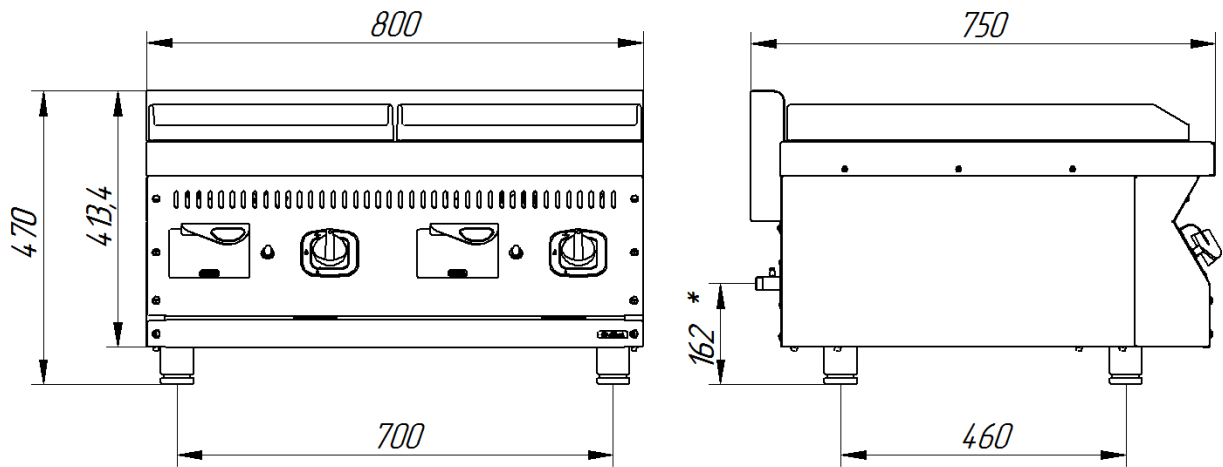
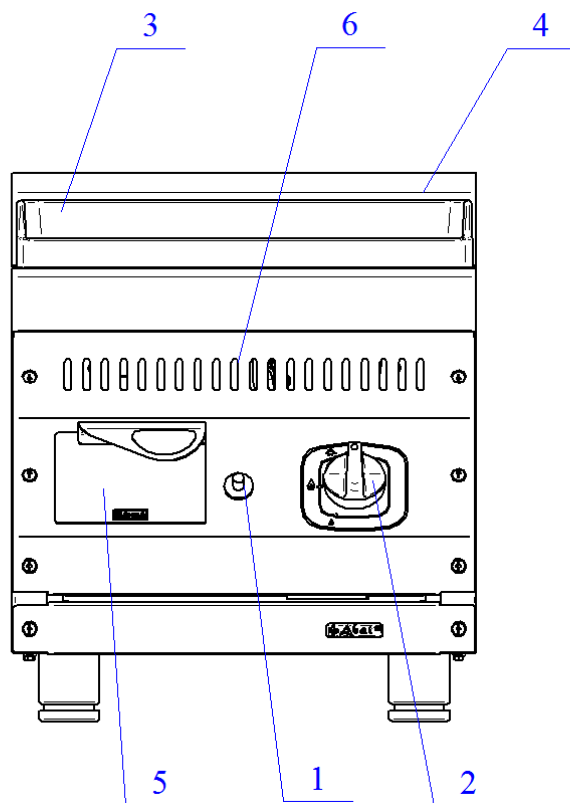

Рис. 2 - Общий вид ГАКО-80/2Н-Ч -00, ГАКО-80/2Н-Ч -01, ГАКО-80/2Н-Ч -02, где * - подвод газа
Рис. 1. Аппарат газовый
4.1. Устройство аппарата газового показано на рис.1.
Нажмите на ручку крана горелки и поверните ее против часовой стрелки, установив символ искры зажигания ✨ напротив метки на панели управления (рис. 2а). Нажав до упора, одновременно произведите поджог газа при помощи пьезорозжига. Удерживайте ручку крана в течение не менее 15 секунд, после чего отпустите. После проведения вышеуказанных операций необходимо проконтролировать наличие горения газа, для чего необходимо посмотреть в смотровое окно 6 (рис.1), в котором можно наблюдать наличие пламени. Пламя должно быть устойчивым. Если пламя не горит, повторите операцию.
Для включения основной горелки поверните ручку от позиции символа искры зажигания против часовой стрелки к символу большого огня (рис. 2б). Для уменьшения пламени до минимума поверните ручку против часовой стрелки до символа малого огня (рис. 2в). Чтобы выключить основную горелку поверните ручку по часовой стрелке к позиции символа искры зажигания (рис. 2а). После этого будет гореть только запальная горелка (пилот).
Для полного выключения горелки поверните ручку по часовой стрелке до позиции «Выключено» (рис. 2г).
Рис.2а
Рис.2б
Рис.2в
Рис.2г